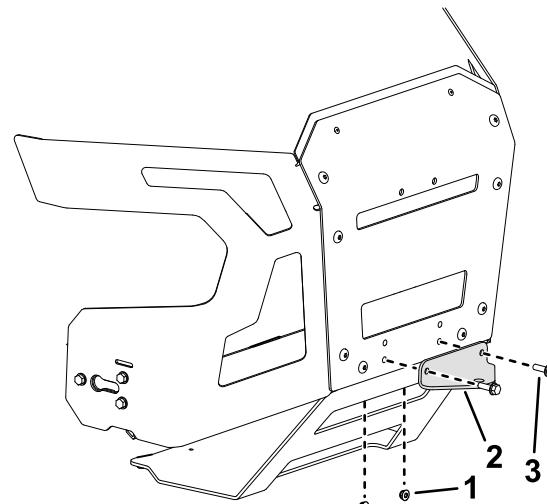

Figura 12
- Rimuovete i 2 bulloni, i 2 dadi e la staffa di attacco preesistente dalla parte inferiore della protezione posteriore (Figura 12).